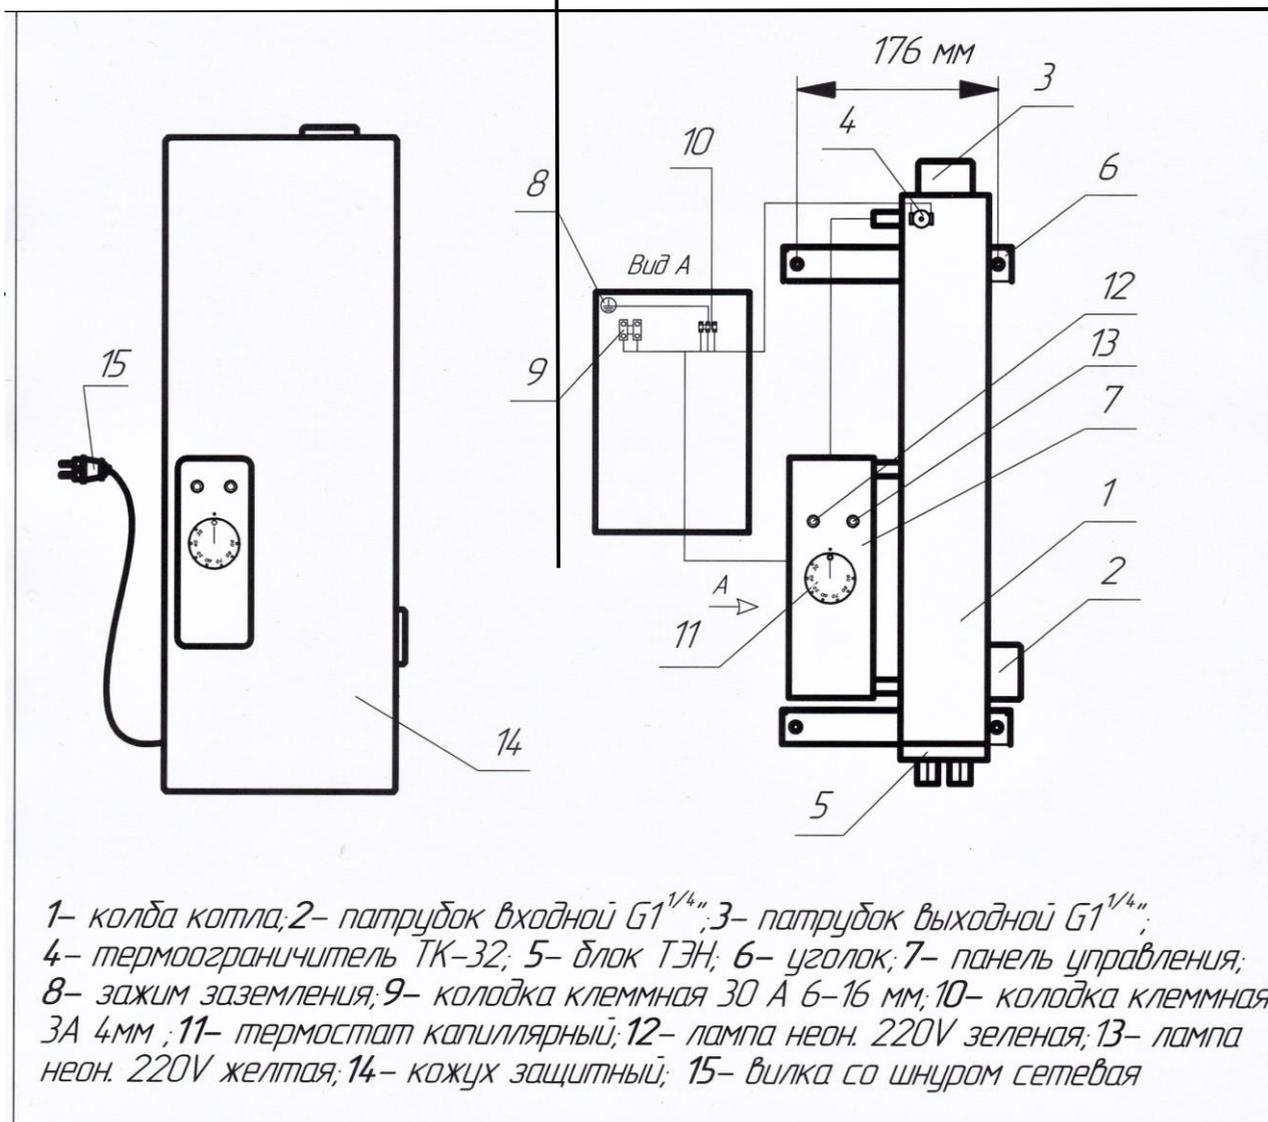

Рисунок 1
7.1.3 Орган управления прибора находится на панели управления 7 - это ручка капиллярного термостата 11 (рис. 1).
- Перед включением прибора в сеть установите ручку терморегулятора 11 (рис.1,2) вращением против часовой стрелки в верхнее положение, совмещая "0" с отметкой на панели управления.
- Блок ТЭН включится и будет нагревать теплоноситель до установленного значения, при этом будет гореть желтый индикатор "Нагрев "13 (рис.1,2)
- При достижении желаемой температуры желтый индикатор "Нагрев "13(рис.1,2) отключится.